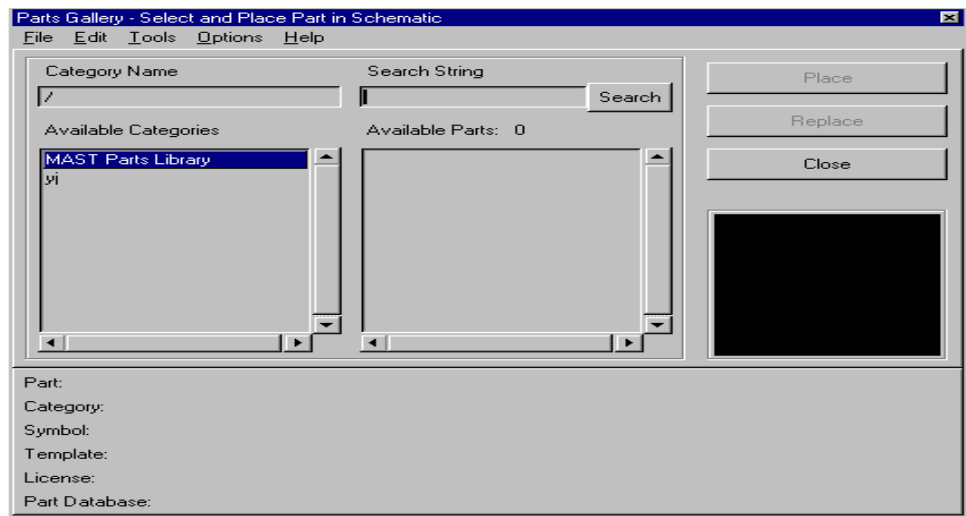

图 3 Parts Gallery 对话框
1) 单击 Parts Gallery 图符，出现 Parts Gallery 对话框，如图 3 所示。